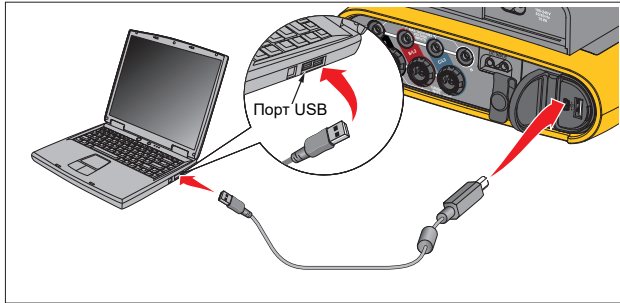

Рисунок 11. Подключение Power Logger к ПК
3. Подключите USB-кабель к USB-портам на компьютере и Регистраторе. См. Рисунок 11.